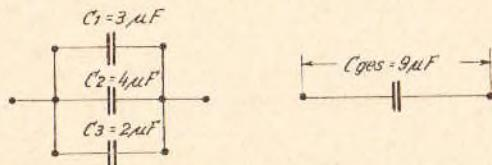

Abb. 138
**Beispiel 1:** Wie groß ist die Gesamtkapazität nach Abb. 138, wenn die Kondensatoren